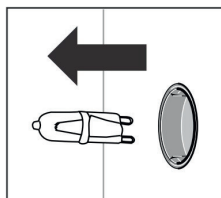

Abbildung 6
3. Entfernen Sie die Glühlampe und ersetzen Sie sie durch eine gleichartige Glühlampe (siehe Abb. 6).